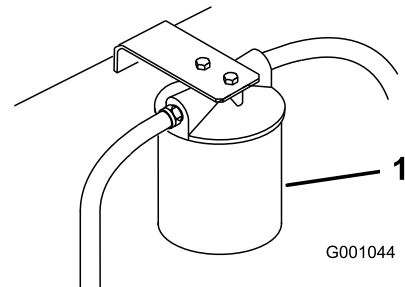

Figure 96
3. Placez un bac de vidange sous le filtre, déposez le filtre usagé et essuyez la surface du joint de l'adaptateur (Figure 96).